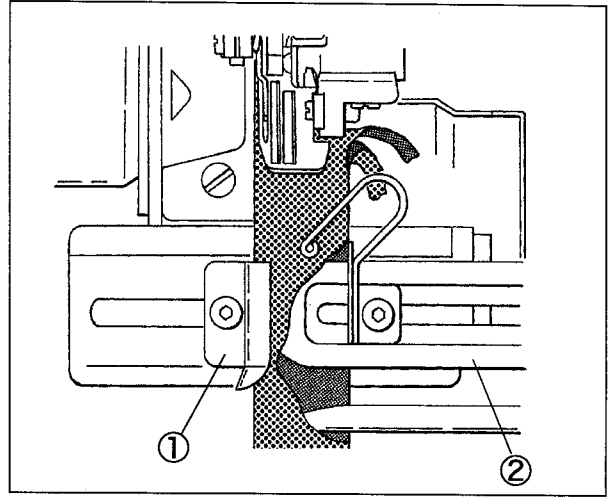

図 22
- (1) トグルスイッチを膝で押し、布ガイド①と定規②を開く。
- (2) リブ地を2つ折りにして定規にセットする。(図 22 参照)
- (3) もう一度トグルスイッチを押して、布ガイド①と定規②を閉じる。
- (4) 押エを上げて各ローラにリブ地を掛ける。
- (2) リブ地を2つ折りにして定規にセットする。(図22参照)
- (4) ペダルを踏み返して押エを上げ、リブ地を各ローラに掛ける。その上に身頃の生地を置く。
- (5) ペダルを踏み込み、押エを下ろして縫う。
- (6) 縫い始め部分が定規②に近づいたら、トグルスイッチを押して定規②を開き、残りの部分を縫う。